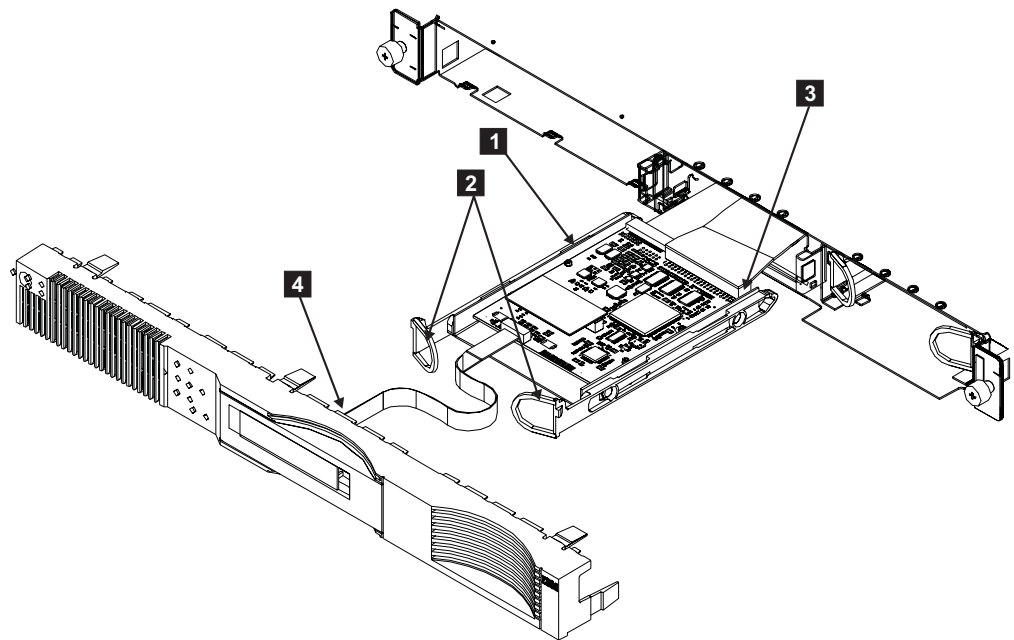

図 146. SAN ボリューム・コントローラー 2145-4F2 サービス・コントローラー
1. サービス・コントローラー(図 146 の **1**) を慎重に SAN ボリューム・コントローラー 2145-4F2 に押し込みます。